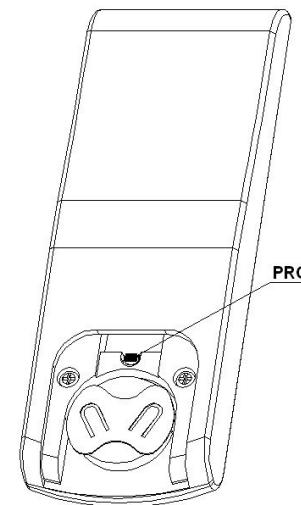

Fig.2
- Pulsar la tecla **PROG** del mando y no soltarla hasta que el motorreductor indique, con dos breves (Fig.2);